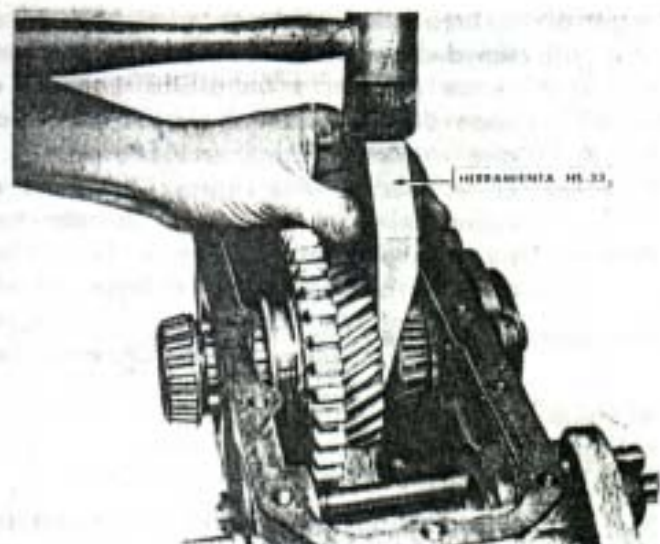

Fig. 295. - Extrayendo el cono del cojinete del eje de salida delantero con la herramienta H5-33.
- 14) Aplicando la herramienta HS-33, entre la cara del engranaje libre y el cono del cojinete, golpear sobre la misma con un martillo plástico, a efectos de correr el cono sobre el eje. Invertir la cuña de manera de evitar interferencias con el anillo retén (Fig. 295) y correr